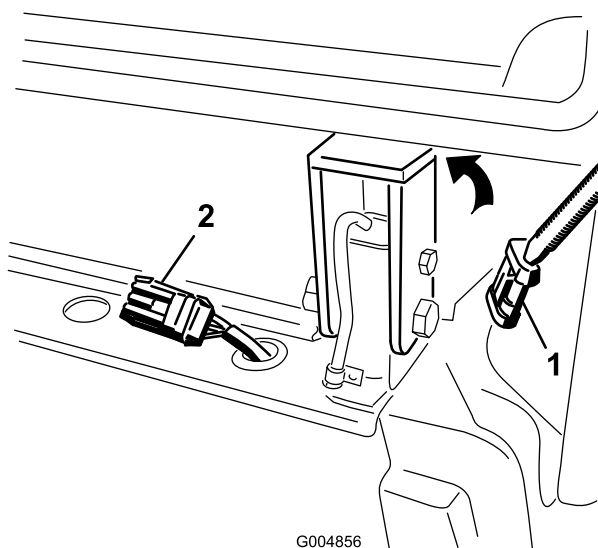

Figure 53
27. Enlevez le capuchon et branchez le connecteur du faisceau de câblage de la cabine au faisceau du support de châssis arrière (Figure 53).